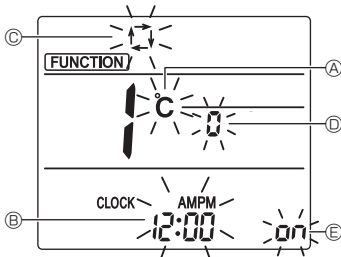

Fig. 7-12
- Será apresentado o ecrã de definições do modo de visualização. (Fig. 7-12)